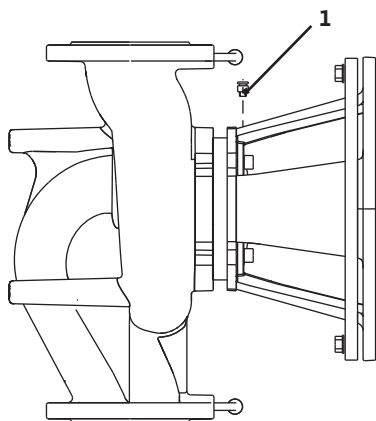

Rys. 16: Podwieszanie silnika
- Uchwyty umieszczone na silniku służą wyłącznie do podnoszenia silnika, a nie do przenoszenia całej pompy (rys. 16).